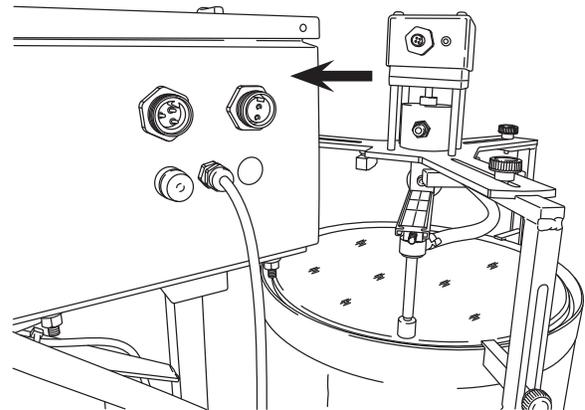

Figure 8
11. Placez le support au-dessus du DPF, les ports de connexion tournés vers le boîtier de commande. Voir Figure 8.